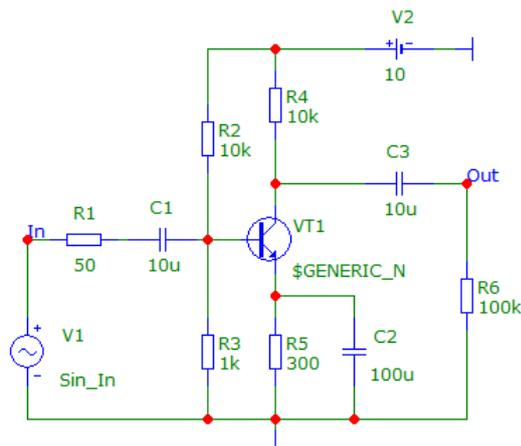

Рис. 1.2 - Схема каскада усилителя с общим эмиттером
1. Нарисовать схему каскада транзисторного усилителя с общим эмиттером (Рис. 1.2).